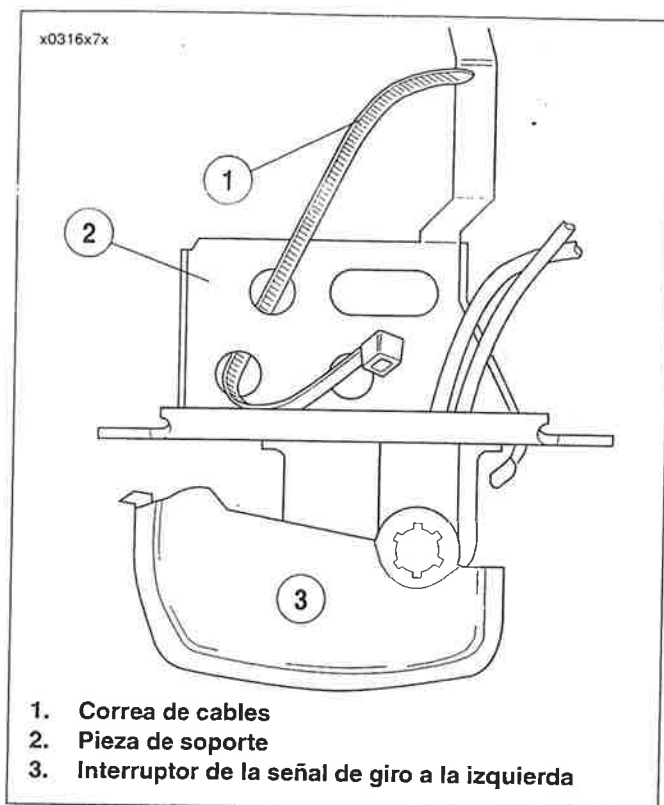

Figura 7-59. Insertar la correa de cables en la pieza de soporte del interruptor
1. Vea la Figura 7-59. Inserte el extremo ahusado de la correa de cables (1) **nueva** de 178 mm (7,0 pulg.) en el agujero redondo en la pieza de soporte (2) del interruptor de las señales de giro y después hágala pasar de regreso por el agujero adyacente. Reserve el agujero oblongo para el tornillo de la pieza de soporte.